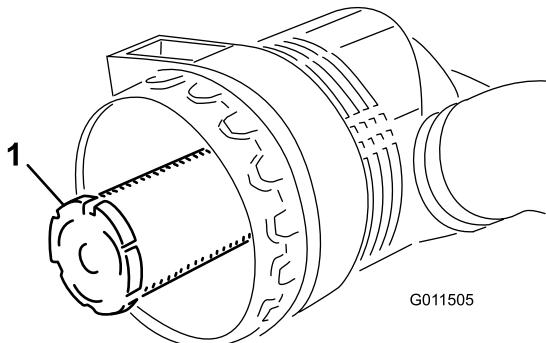

Figure 77
**Important:** N'essayez jamais de nettoyer l'élément de sécurité (Figure 77). Remplacez-le une fois sur trois, quand vous effectuez l'entretien du préfiltre.